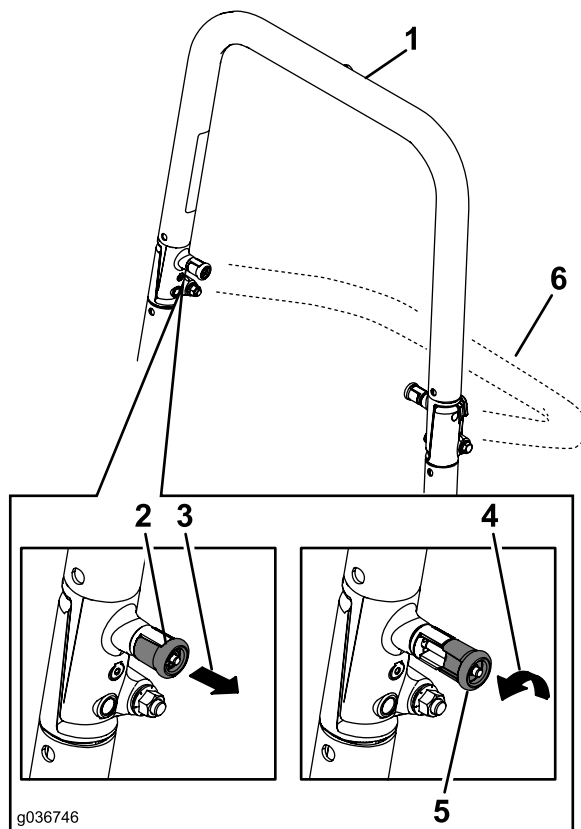
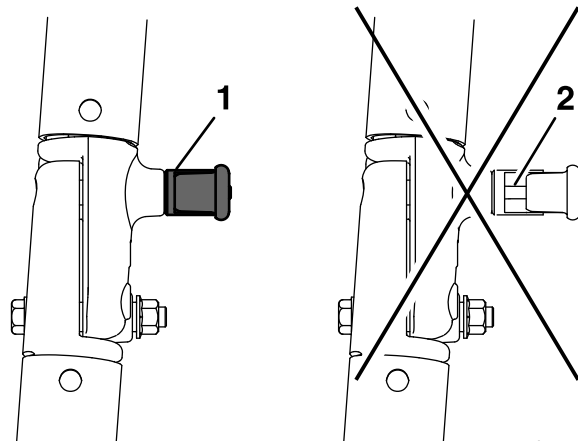

図 57
図 58
**注** 左右のノブが完全に嵌っていない場合には、ROPSの上部を前または後ろに押してノブを所定位置に嵌めてください 図 57と図 58。